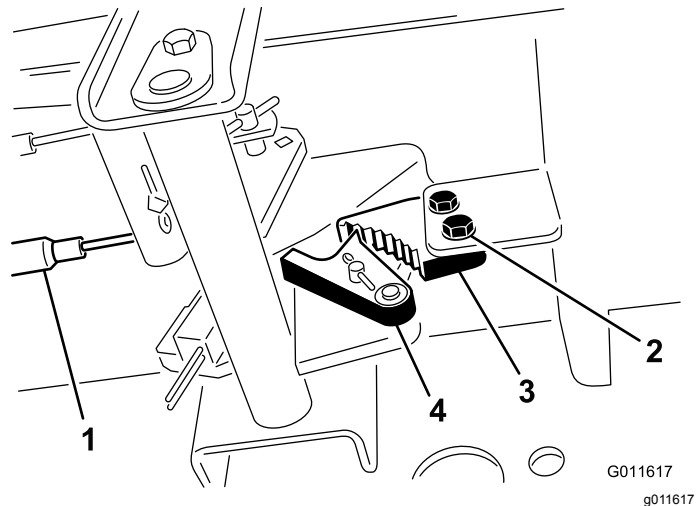

Figura 44
1. Afloje los 2 tornillos que fijan el trinquete del freno de estacionamiento al bastidor (Figura 44).
2. Pise el pedal del freno de estacionamiento hacia adelante hasta que la uña se engancha a fondo en el trinquete del freno (Figura 44).